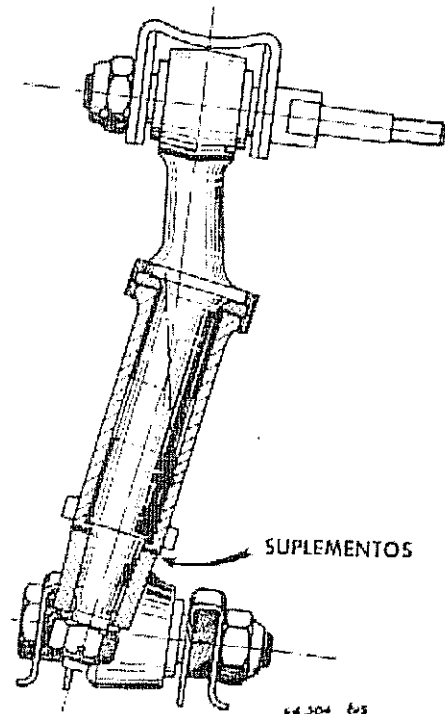

Fig. 283
- 3) Colocar los suplementos con el espesor ya determinado (ver flecha Fig. 283), colocar la claveta, el soporte inferior, la arandela y la tuerca de sujeción apretando firmemente ésta última.